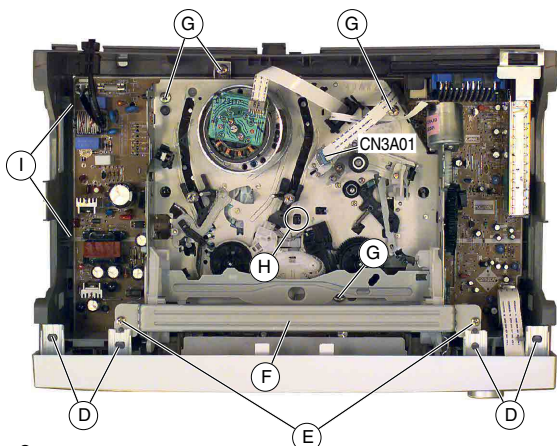

Fig. 3
- Frontblende an der Unterseite nach vorne klappen und an den oberen Haken (D) (Fig. 3) aushängen.
- 2 Schrauben (E) (Fig. 3) herausdrehen und Bügel (F) abnehmen.
- Steckverbindung zum Kombikopf (Fig. 3, CN3A01) lösen.
- 4 Schrauben (G) (Fig. 3) herausdrehen.
- Beim Aufsetzen des Laufwerks auf die Chassisplatte ist darauf zu achten, dass die Sendediode LD601 für Bandanfang- und Bandende-Kennung durch das Loch (H) (Fig. 3) des Laufwerkes geführt wird. Das Laufwerk muss leicht auf der Chassisplatte aufzusetzen sein, damit die Steckverbindungen zur Chassisplatte richtig kontaktieren.
- Turn the lower edge of the front panel towards the front and detach the panel from the upper clamps (D) (Fig. 3).
- Undo the 2 screws (E) (Fig. 3) then remove the bow (F).
- Unplug the plug-in connector to the combi head (Fig. 3, CN3A01).
- Undo the 4 screws (G) (Fig. 3).
- When placing the drive mechanism on the chassis board make sure that the transmitter diode LD601 for the tape beginning and tape end detection is passed through the hole (H) (Fig. 3) of the drive mechanism. It must be possible to place the drive mechanism easily on the chassis board to ensure that the plug-in connectors have a good contact with the chassis board.
- Rastnasen (I) (Fig. 3) lösen, Chassisplatte hinten anheben und nach oben vorsichtig herausnehmen.
- Release the locking lugs (I) (Fig. 3) then lift the chassis board at the rear side and carefully remove in upward direction.